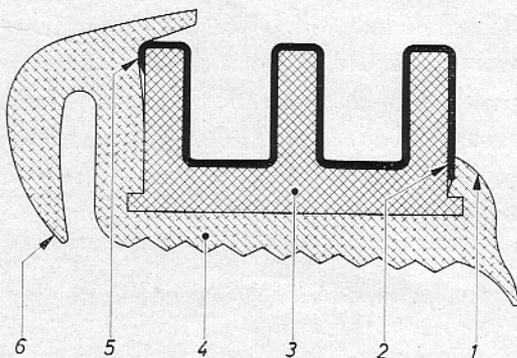

Bild 45 – Richtige Anordnung der Querschnitte – Fensterführungsschiene in Gummiabdichtung
2. Schiebefensterführungsschiene (45/3) in Gummiabdichtung (45/4) einsetzen und mit Gummikleber L 002 407/4 festkleben. Dabei auf richtige Anordnung der Querschnitte zueinander achten (Bild 45).